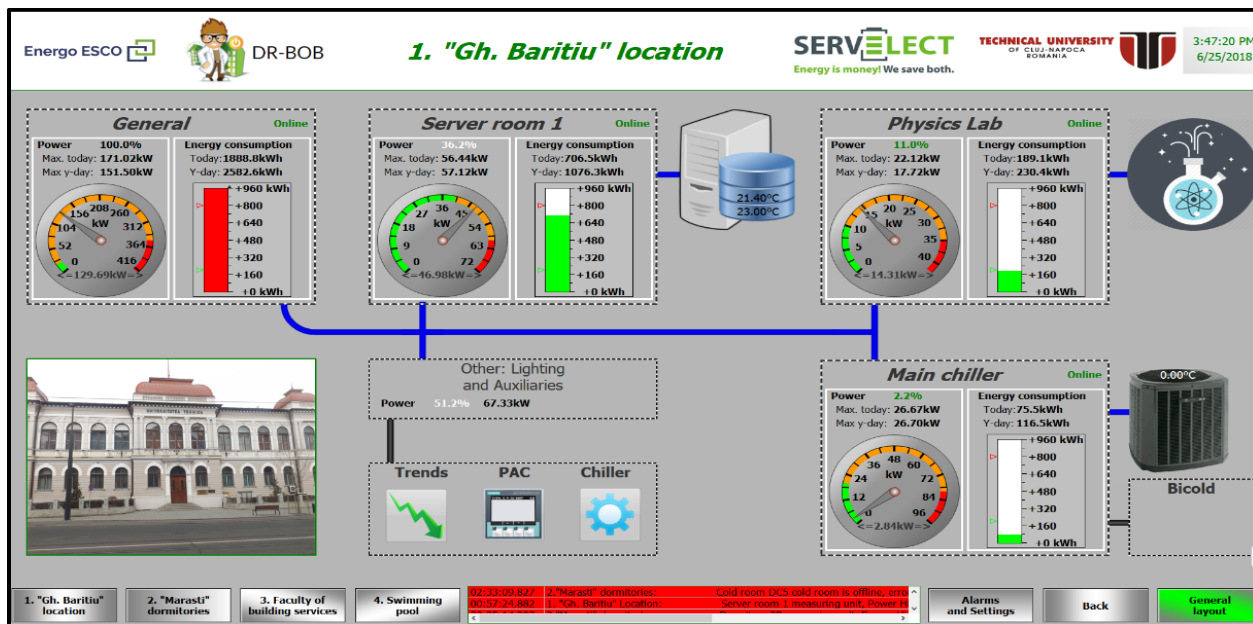

Fig.12. Componenta control Barițiu
- Actionarea prin simplu click-stânga a butonului sau imaginii „Gh. Barițiu” location conduce spre același rezultat, prezent în fereastra din Fig.12.
Butoane care pot fi acționate din interfața Fig.12. :